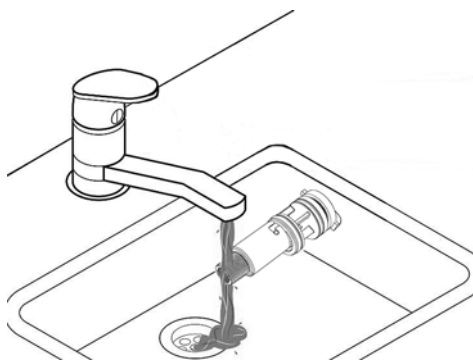
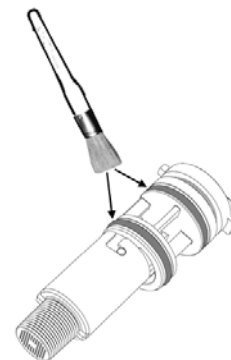

fig. 48
fig. 49
- În acest mod se poate curăța debitmetrul (vezi fig. 48 și fig. 49) sau înlocuiți componentele.